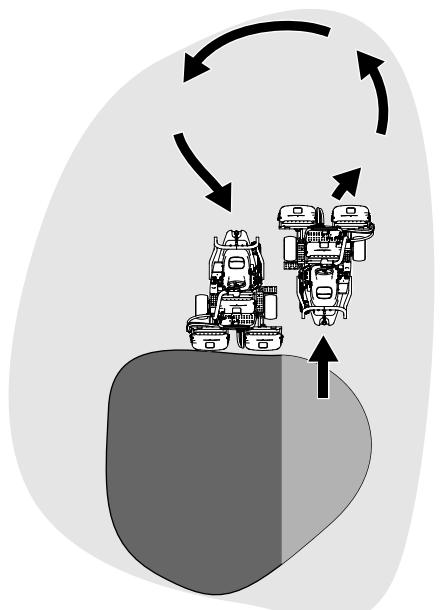

図 23
- U ターンするとき、一旦反対側にハンドルを切ってから旋回すると、楽に、しかも効率良く回ることができます。例えば右に旋回したいときには、軽く左に振ってから右に回ると雨だれ形図 23 の旋回になって次の列そろえが楽になります。